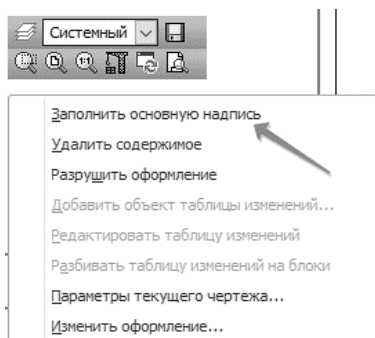

Рис. 13. Заполнение основной надписи
1.3 Щелкните в любом месте штампа правой кнопкой мыши (ПКМ) и вызовите из контекстного меню команду **Заполнить основную надпись** – штамп будет открыт (рис. 13).